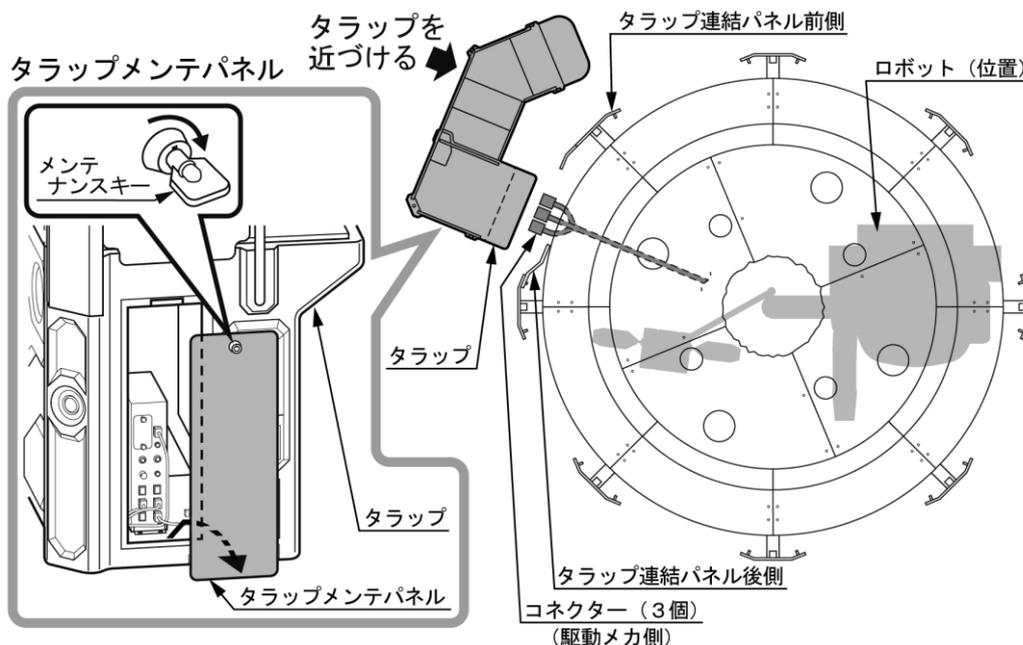

図6-23 タラップの取り付け①②
(図6-23)
- ② タラップをタラップ連結パネル前側と後側に寄せ、タラップメンテパネルをメンテナンスキーで開錠し、取り外します。(図6-23)